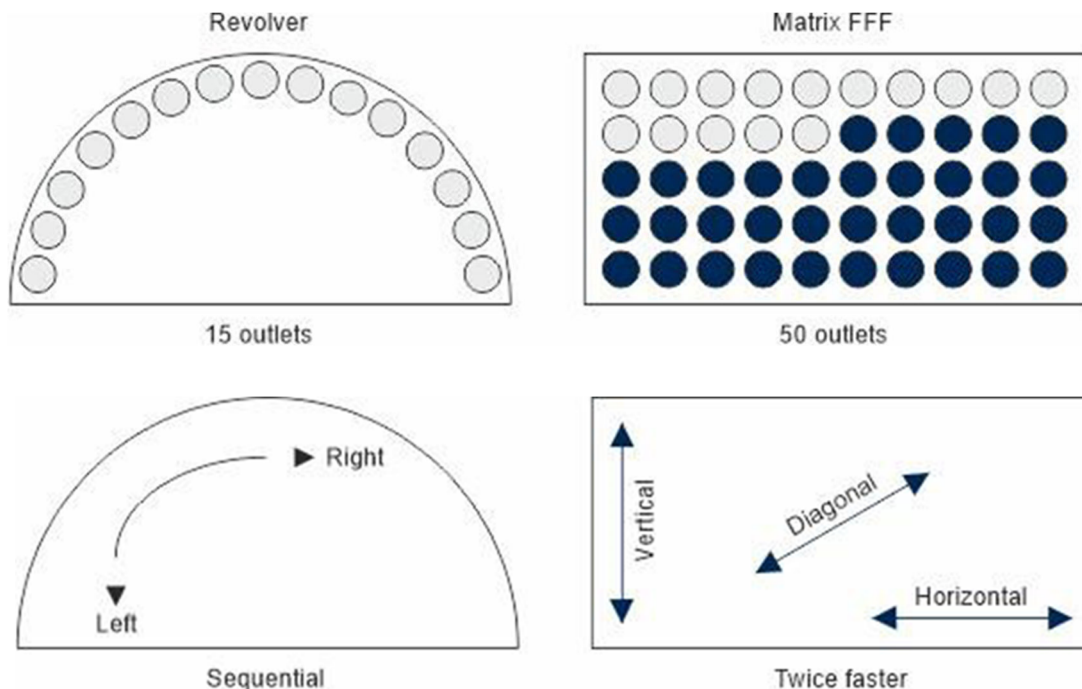

Figura 2: Selector and Matriz
Figura 2: Los enfoques experimentales para determinar los efectos de los parámetros de la calidad del agua en la fisiología y el rendimiento incluyen el examen de los efectos a nivel individual. Se puede utilizar una cámara metabólica (A) para determinar los cambios en el metabolismo basal o en reposo de los peces, así como su consumo máximo de oxígeno. La diferencia entre los 2 se conoce como alcance aeróbico y representa la capacidad del pez para trabajar, alimentarse o crecer. A nivel de grupo (B), los efectos de la calidad del agua generalmente se evalúan mediante cambios en la digestibilidad de los nutrientes y la excreción de amoníaco disuelto, que generalmente se realiza en tanques de digestibilidad de tipo Guelph. Finalmente, los efectos de varios parámetros de calidad del agua también pueden evaluarse mediante ensayos de crecimiento convencionales.